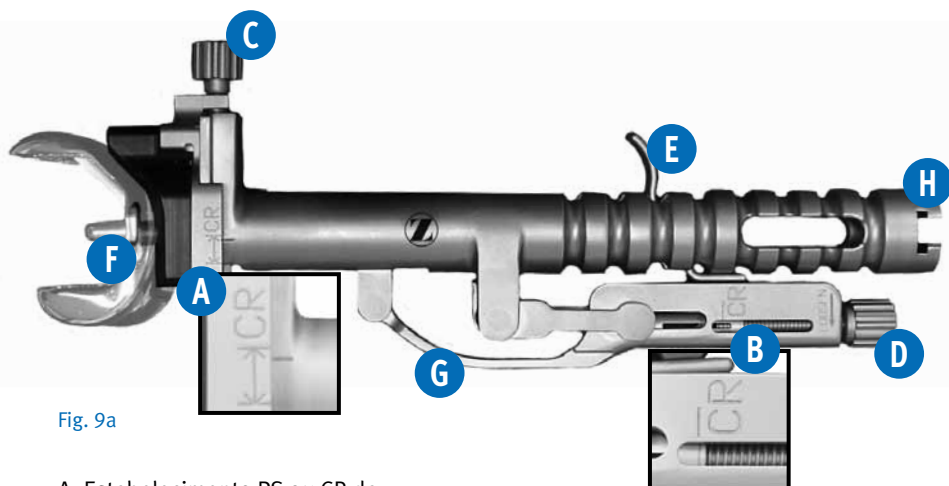

Fig. 9a
Estabeleça o tipo de implante *NexGen* ou o provisional que esteja a ser usado – Posteriormente Estabilizado (PS) ou Retenção do cruzado posterior (CR). Tenha como referencia a parte lateral do instrumento etiquetada PS ou CR (veja (A) & (B) que corresponde com o implante ou tipo provisório (Fig. 9a).